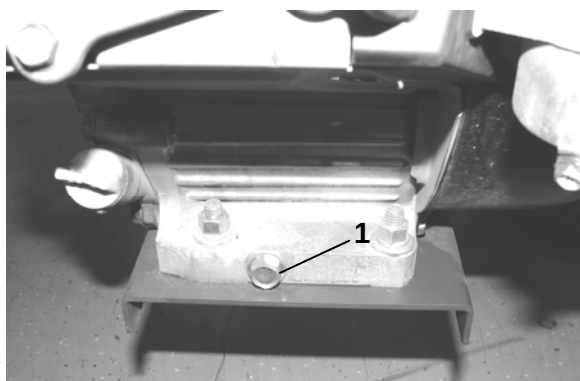

Figura 16
5. Vuelva a colocar el tapón de vaciado y llene el cárter con el aceite especificado. Consulte la sección Comprobación del nivel de aceite del motor (Figura 16).